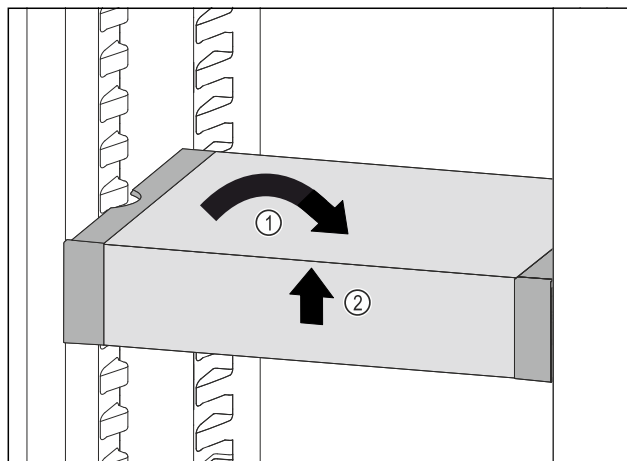

Fig. 93
- ▶ VarioSafe ustawić prosto. Fig. 93 (1)
- ▶ VarioSafe unieść z przodu. Fig. 93 (2)